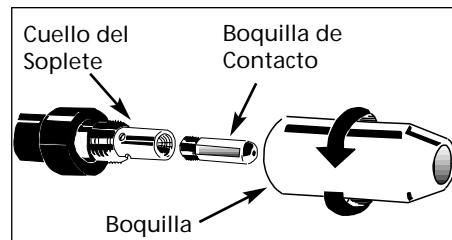

Figura 4 - Boquilla de la soldadora y boquilla de contacto
- Para desconectar la boquilla, gírela en sentido contrario a las agujas del reloj. Después, desconecte la boquilla de contacto del extremo del soplete (Vea la Figura 4). Conecte la soldadora a un tomacorrientes adecuado.
- Cuidadosamente coloque el sistema de contacto y atorníllelo al extremo del soplete. Para instalar la boquilla, gírela en el **mismo sentido de las agujas del reloj** (Vea la Figura 4). Corte el alambre a aproximadamente 6,4 mm (1/4") de la boquilla.